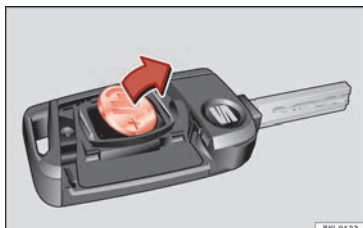

Abb. 138 Fahrzeugschlüssel: Batterie herausnehmen.
- Batterie mit einem geeigneten dünnen Gegenstand aus dem Batteriefach heraushebeln » Abb. 138.
- Neue Batterie wie gezeigt ansetzen » Abb. 138 und entgegen der Pfeilrichtung in das Batteriefach drücken » ❷.